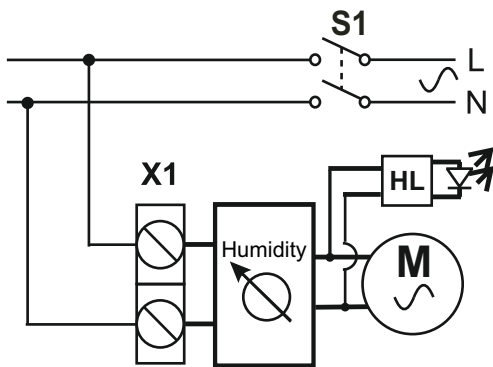

Рис.1
1. Подключить сетевые провода 2 согласно электрической схеме (рис. 1), монтажной (рис. 2).